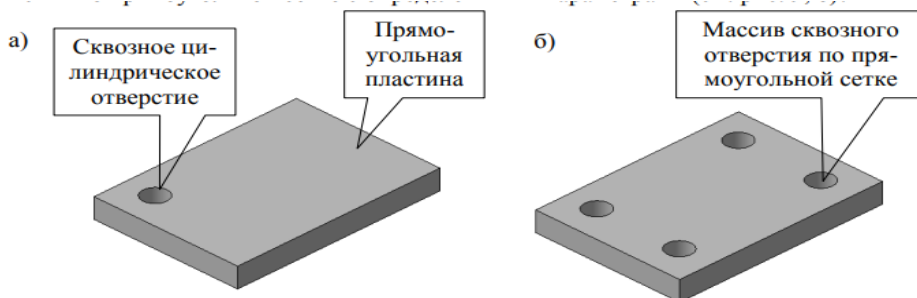

Рис. 9
85. Каким образом в системе КОМПАС-3D должно быть построено сквозное цилиндрической отверстие в трехмерной модели плоской прямоугольной пластины (см. рис. 9, а), чтобы при дальнейшем использовании операции Массив по сетке стало возможным создание нескольких копий этого отверстия по прямоугольной сетке с определенными параметрами (см. рис. 9, б)?